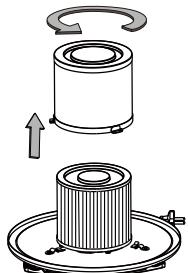

Fig. 9
- Lås op og fjern filterburet, ved at dreje det mod uret (fig. 9).